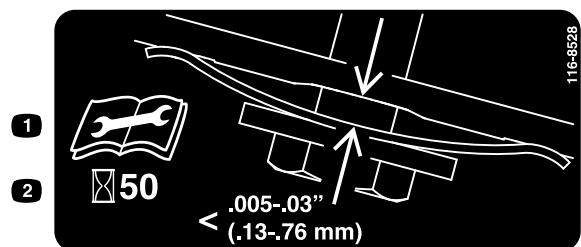

Figura 29
3. Sujete una galga ajustada a entre 0.13 y 0.76 mm (0.005" y 0.03") contra el tabique y deslícela hacia abajo por detrás del muelle tensor de la correa; consulte Figura 29.